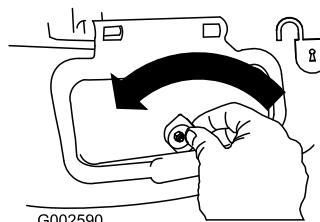

Bild 29
- Entriegeln Sie die Seitauswurfklappe (Bild 29).